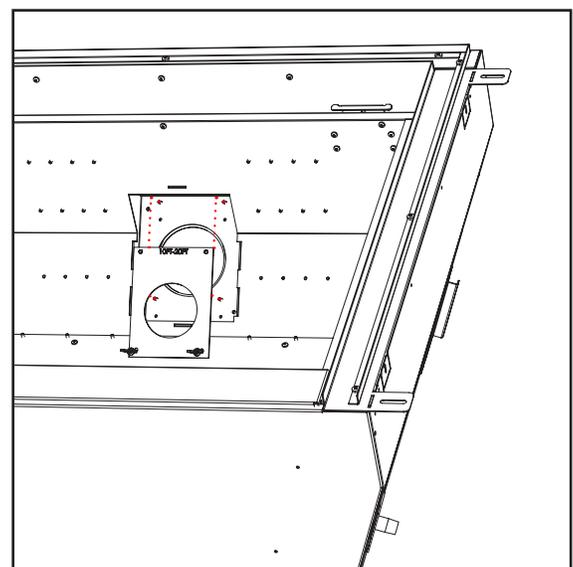

Figure 26c.
Les écrous à oreilles doivent être utilisés sur les boulons qui dépassent du bas de la plaque. vu à la figure 26c.
Étape 6. Fixez les écrous à oreilles aux boulons inférieurs uniquement. Fig.26c